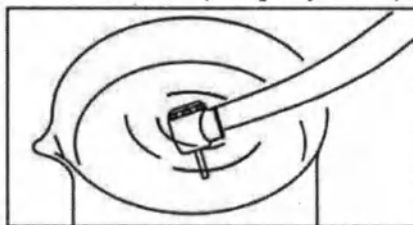

Рисунок 5
- Активируйте наконечник и погрузите его в воду во время вращения инструмента. Запускайте и останавливайте инструмент в течение 2-3 секунд 3 раза, пока головка остается в воде (см. рисунок 5);